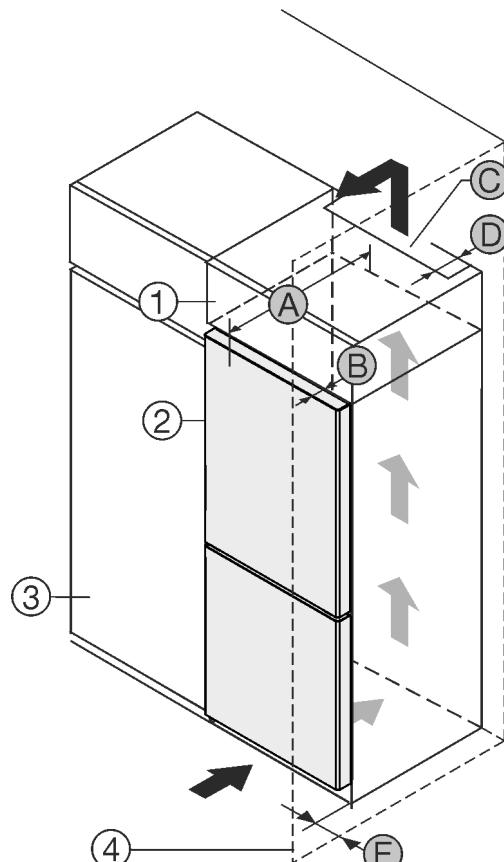

Fig. 1
Uredaj možete postaviti neposredno pored kuhinjskog ormara Fig. 1 (3).
Na stražnjoj strani visećeg ormara treba postojati otvor za odzračivanje dubine Fig. 1 (D) po cijeloj širini visećeg ormara.
Ispod stropa prostorije treba poštovati ventilacijski presjek Fig. 1 (C).
Kada se uređaj postavlja s okovima pored zida Fig. 1 (4), razmak između uređaja i zida mora iznositi najmanje 13 mm.
Kada se uređaj postavlja s okovima pored zida Fig. 1 (4), razmak između uređaja i zida mora iznositi najmanje 20 mm.
Kako biste vrata mogli potpuno otvoriti, uređaj mora biti za dubinu vrata Fig. 1 (B) ispred u odnosu na prednjicu kuhinjskog ormara. Ovisno o dubini kuhinjskih elemenata Fig. 1 (3) i uporabi zidnih odstojnika, uređaj može i dalje stršati.